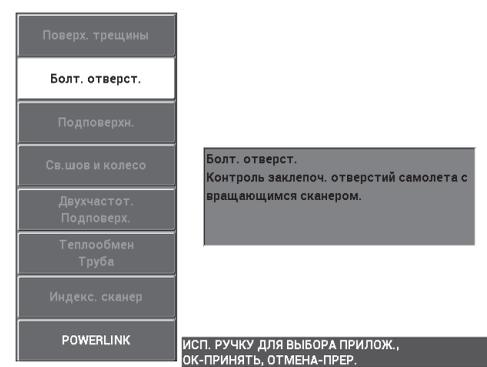

Рис. 5-11 Контроль болтовых отверстий
- При использовании более ранней версии ПО, нажмите клавишу ADV SETUP (➔ ⚙️), затем выберите **ВЫБОР ПРИЛОЖ.** (клавиша A), чтобы открыть окно выбора приложений. С помощью ручки выберите **Болт.отверст.** и нажмите ✓ для подтверждения (см. Рис. 5-11 на стр. 142).